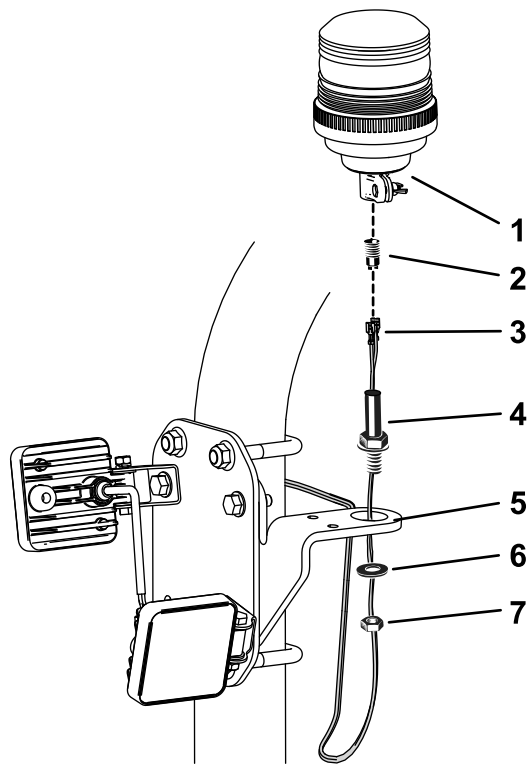

図 12
注 ビーコンのコネクタは、ビーコンソケットにねじ込まれています。はずして接続することができません図 12。
- 5. 図 12のように、ビーコンをブラケットに取り付ける。